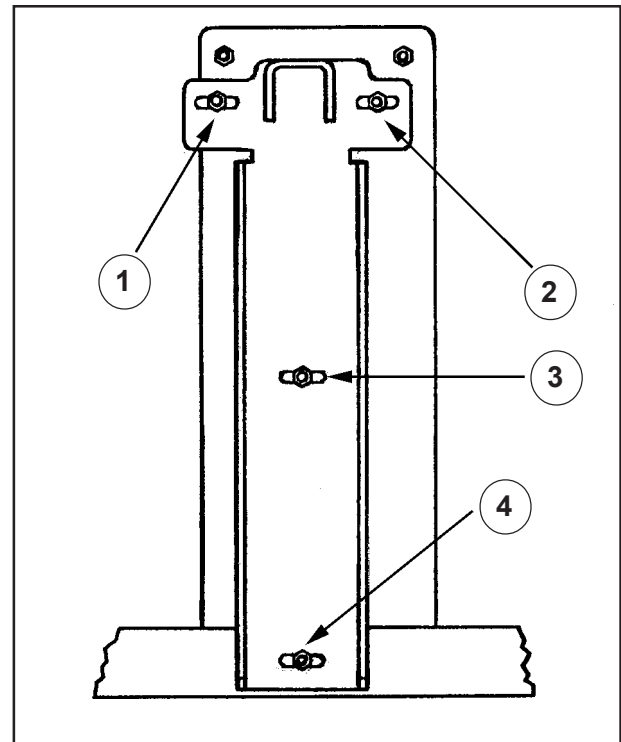

Abb. 34
6. Die vier Befestigungsschrauben auf der Halterung des Bürstenkopfs sind jetzt zugänglich (Siehe Abb. 34). Die beiden oberen Muttern sind über den oberen Teil des Frischwassertanks erreichbar. Die beiden unteren durch die Vorderseite. Lösen Sie die vier Muttern 2 bis 3 Umdrehungen gegen den Uhrzeigersinn. MERKE: Entfernen Sie die Muttern nicht.